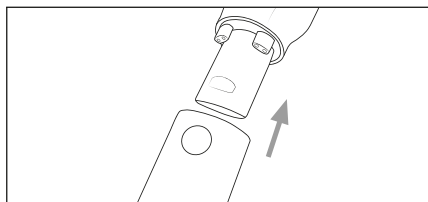

Fig. 11
- ◆ Monte el cepillo combinado 2 en 1 ❶ en el tubo de aspiración ❸ o en el orificio de aspiración del aparato hasta que encastre con un chasquido (consulte la fig. 11). Para ello, asegúrese de que el encastre esté en la posición correcta.